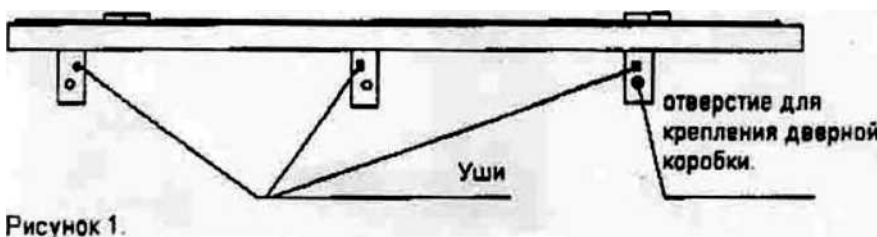

Рисунок 1.
1. Аккуратно распакуйте изделие, уложите дверь в горизонтальном положении на подложки, ушами в низ петлями вверх (см. рис. 1).